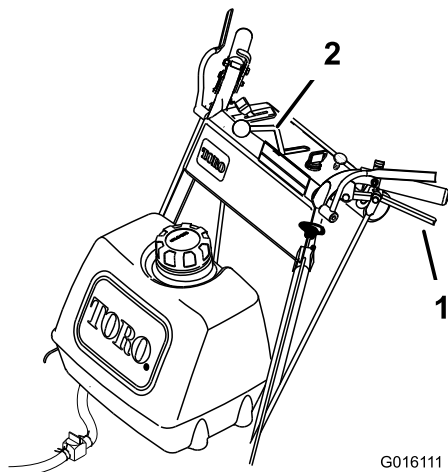

Figura 13
4. Lasciate andare lentamente le leve della trazione per avanzare (Figura 13).
Per procedere dritto, lasciate andare le leve della trazione in modo uguale (Figura 13).
Per svoltare, schiacciate la leva della trazione corrispondente al lato e alla direzione verso cui volete svoltare (Figura 13).
Schiacciate lentamente le leve della trazione contro le stegole per procedere in retromarcia (Figura 13).